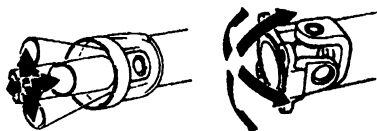

图 3-148 检查万向节
1) 如图 3-148 所示, 检查万向节在各方面动作是否平稳; 检查套筒轭和凸缘轭是否已磨损, 有无损伤或破裂; 检查各传动轴轭是否已磨损, 有无损伤或破裂; 检查传动轴有无弯曲、扭曲或损伤。